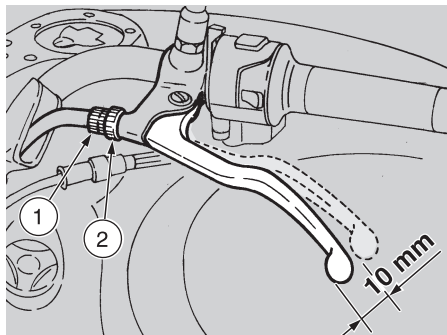

Fig. 16
Les réglages moins importants s'effectuent au moyen du régleur du levier de la commande (1-Fig. 16).
- ◆ Desserrer le contre-écrou (2-Fig. 16).
- ◆ Visser ou dévisser le régleur du levier de la commande (1-Fig. 16), jusqu'à ce que la course à vide à l'extrémité du levier de l'embrayage est d'environ 10 mm (voir Fig. 16). Serrer le contre-écrou et contrôler la course à vide.
- ◆ Desserrer le contre-écrou (2-Fig. 16) et visser complètement le régleur du levier de commande (1-Fig.16).